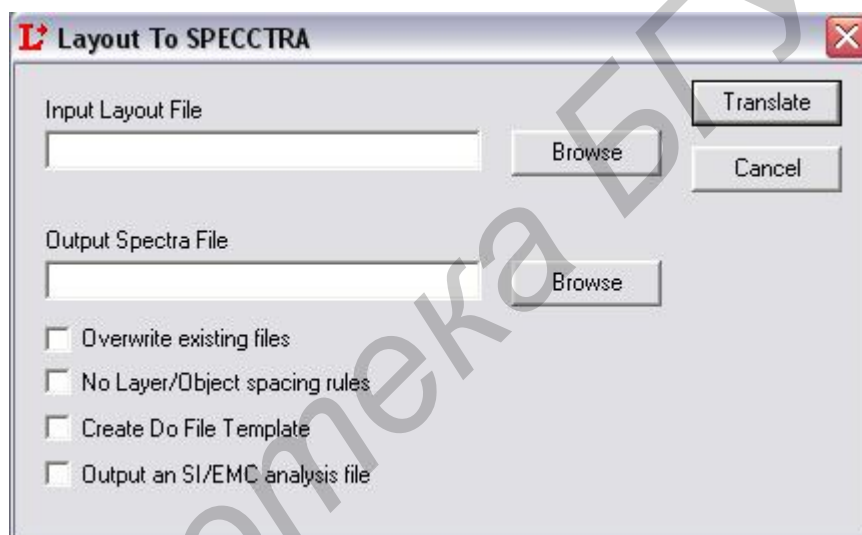

Рисунок 1 – Окно **Layout to SPECCTRA**
2. Загрузить OrCAD Layout и выполнить команду *File/Export/Layout to SPECCTRA*. Откроется диалоговое окно **Layout to SPECCTRA** (рисунок 1).
4. Если необходимо, то можно также установить следующие опции трансляции (см. рисунок 1):